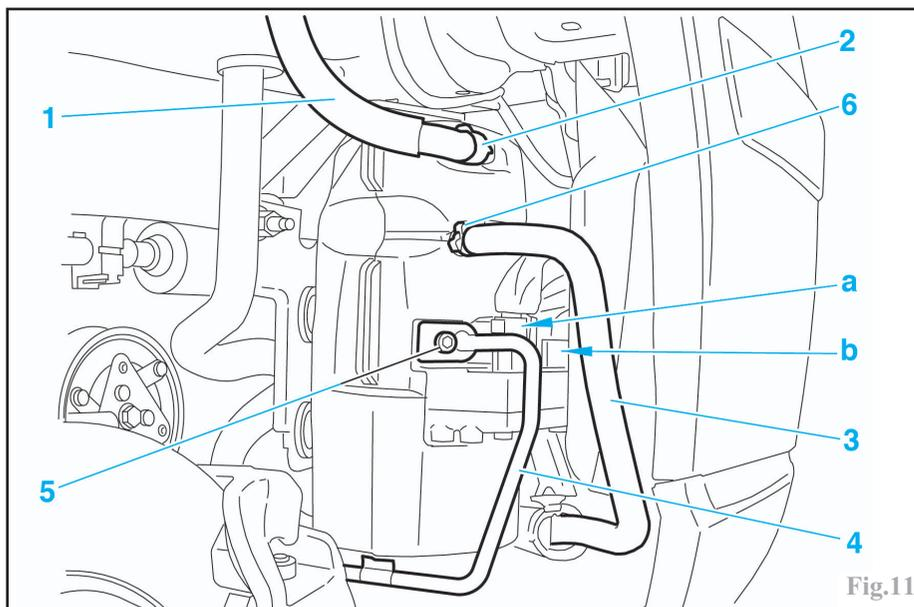

Fig.11
Pincer le tuyau (1) (Fig.11) à l'aide d'un pince-durcit approprié.